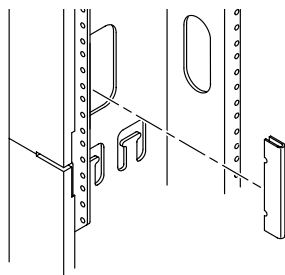

図 2-7 キャビネットガードの取り付け
2. キャビネットガードの上部の V 型くぼみと該当する番号のホールを合わせて、キャビネットの端に届くまで、ガードの中心部を強く押します (図 2-7)。